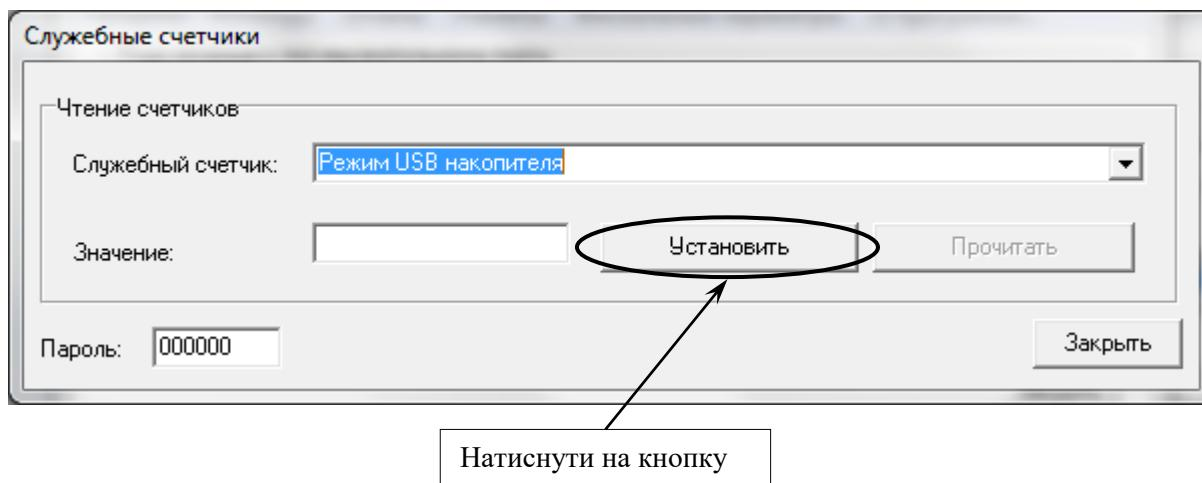

Рисунок 39
- натиснути кнопку «Установить» (рисунок 39);